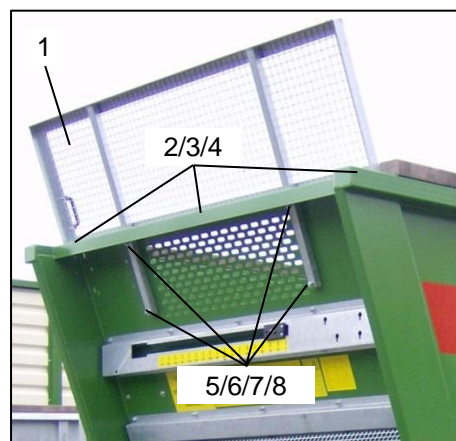

Bild 73: Skyddsgaller
Följande fästdelar behövs för fastsättning av skyddsgallret (Bild 73/position 1) på maskinen:
Gör så här för att montera skyddsgallret (Bild 73/position 1):
- Placera skyddsgallret (Bild 73/position 1) på gaveln på lastutrymmet, se Bild 73.
- Fäst skyddsgallret (Bild 73/position 1) med fästdelarna (Bild 73/position 2+3+4) i de för ändamålet avsedda hålen.
- Fäst skyddsgallret (Bild 73/position 1) med fästdelarna (Bild 73/position 5+6+7+8) i de för ändamålet avsedda hålen.
- Dra åt muttrarna (Bild 73/position 4+8) ordentligt igen.